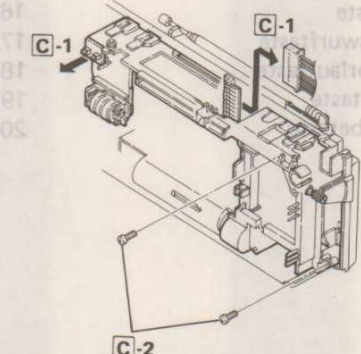

Figure 6-4
- (Refer to Figure 6-4.)
(Siehe Abbildung 6-4.)
(Se reporter à la Figure 6-4.)